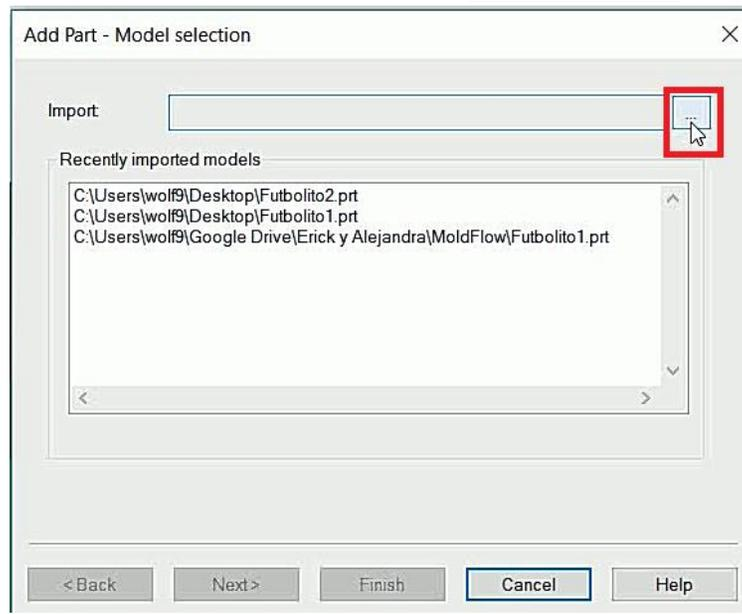
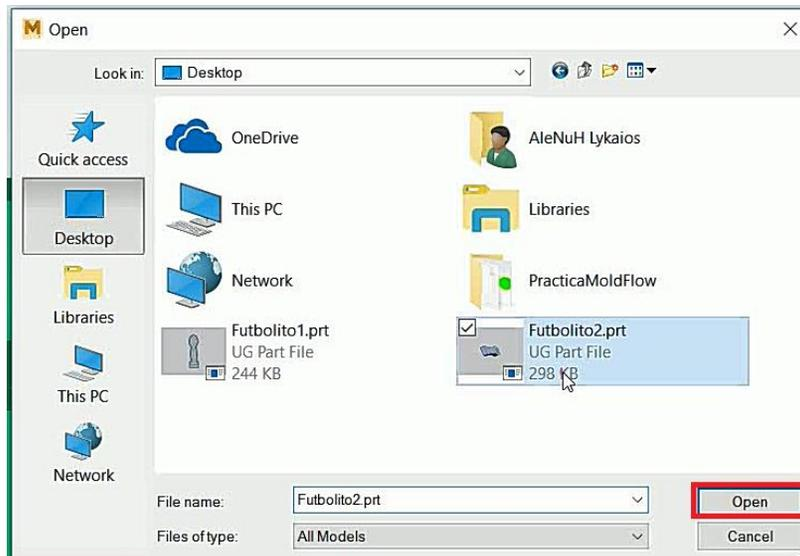

Figura 6.43 Buscar archivo.
Figura 6.44 Abrir **Futbolito2.prt**
- Click en ... (Figura 6.43) y buscar la pieza **Futbolito2.prt** (Figura 6.44).